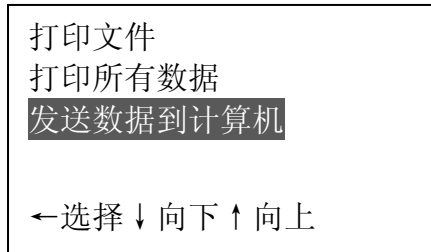

图 45
- b. 用 ↓ 或 ↑ 键将光标移至发送数据到计算机，如图 45